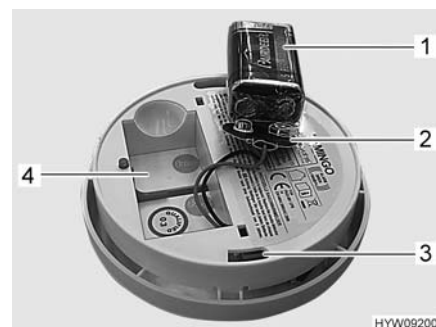
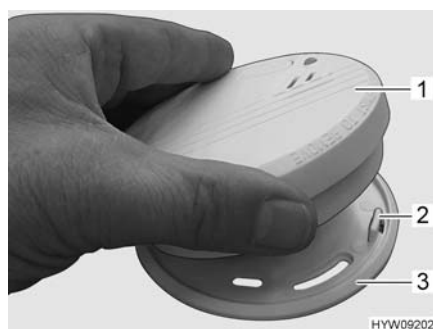

Fig. 137 Rivelatore di fumo (parte posteriore)
Fig. 138 Montaggio del rivelatore di fumo
- Estrarre la batteria e scollegarla dal suo fermaglio (Fig. 137,2).
- Collegare la batteria nuova (Fig. 137,1) al suo fermaglio (Fig. 137,2), assicurandosi che i poli della batteria si innestino nel fermaglio.
- Inserire la batteria nel suo scomparto (Fig. 137,4).
- Posizionare il rivelatore di fumo (Fig. 138,1) sul supporto (Fig. 138,3). I naselli di ritegno (Fig. 138,2) devono innestarsi nelle aperture (Fig. 137,3) del rivelatore di fumo.